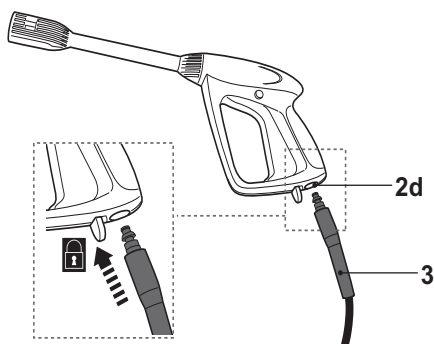

Fig. 3
- > Insira o conector da mangueira de pressão (3) na porta de ligação da mangueira (2d). Certifique-se de que encaixa corretamente (Fig. 3).
- > Remova a tampa (8a) da saída de água (8).